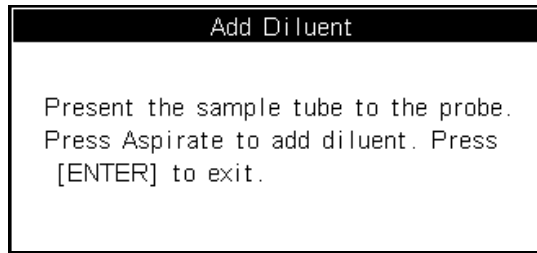

Abbildung 8-10 Dialog-Box mit Anleitung zum Dispensieren von Verdünnungslösung
8. Drücken Sie [DILUENT]. Es erscheint eine Dialog-Box mit der Anleitung zum Dispensieren der Verdünnungslösung in das Probenröhrchen, wie in Abbildung 8-10 dargestellt.